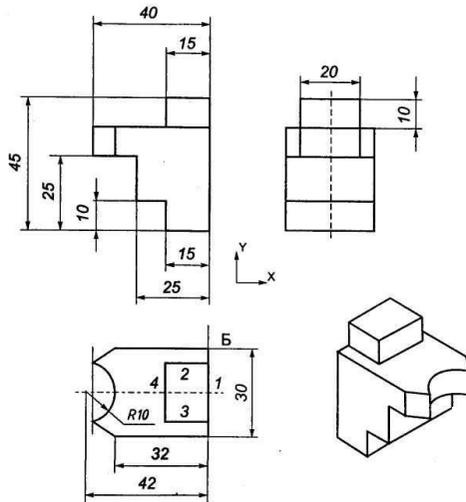

Рис. 104
**УПРАЖНЕНИЕ 2. Построение трехмерной модели сложного геометрического объекта, представленного на рис. 104, по трем проекциям.**